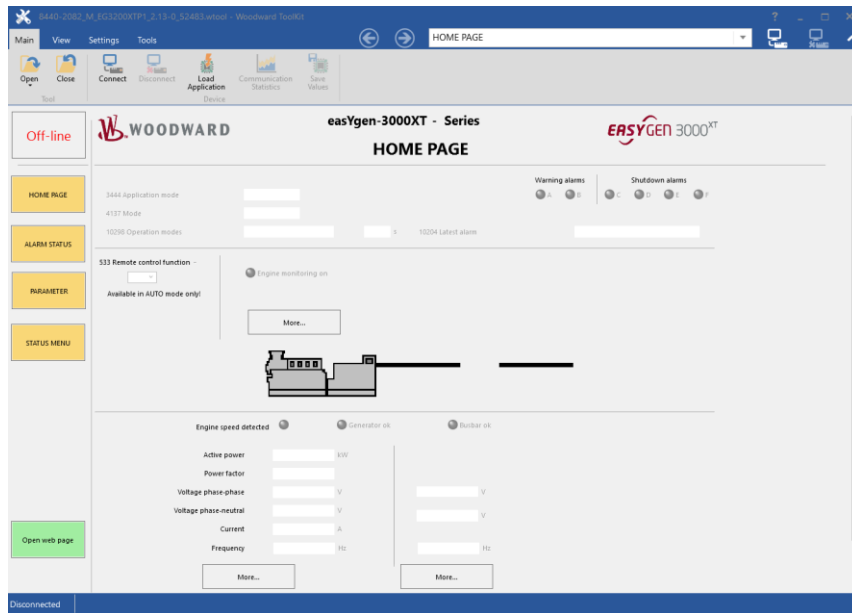

Figure 16 - Esempio di home page di Easygen ToolKit
- 4) Avviare ToolKit e aprire il rispettivo file di configurazione come mostrato nel paragrafo 2.3. Un esempio della home page di ToolKit è mostrato in Figure 16.
Un esempio della home page di ToolKit è mostrato in Figure 16.